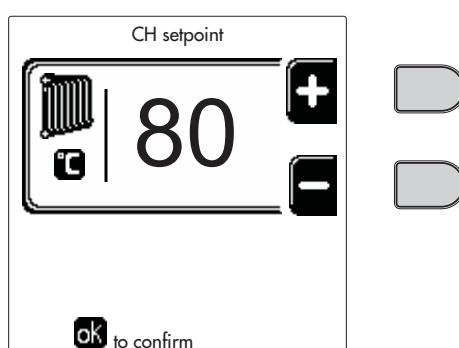
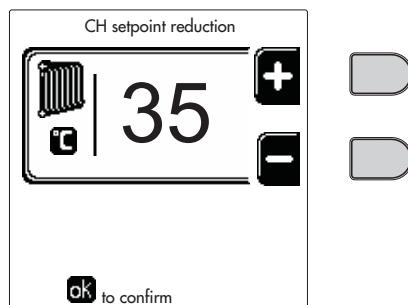
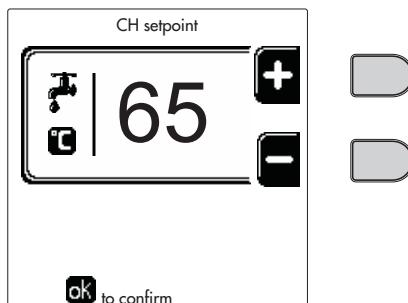
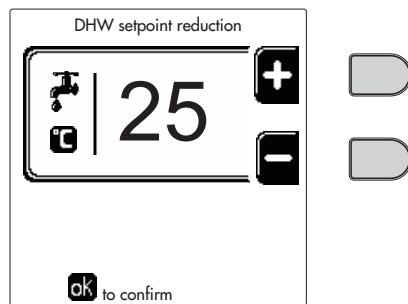

рис. 12
рис. 13
рис. 14
рис. 15
- **ON (ВКЛ).** При поступившем запросе на отопление/ГВС котел работает на заданной температуре регулировки отопления/ГВС (рис. 12/рис. 14).
- **OFF (ВЫКЛ).** При поступившем запросе на отопление/ГВС котел работает на уменьшенной температуре регулировки. Уменьшенная температура достигается путем вычитания температуры регулировки уменьшения (рис. 13/рис. 15) от заданной температуры регулировки отопления/ГВС (рис. 12/рис. 14).